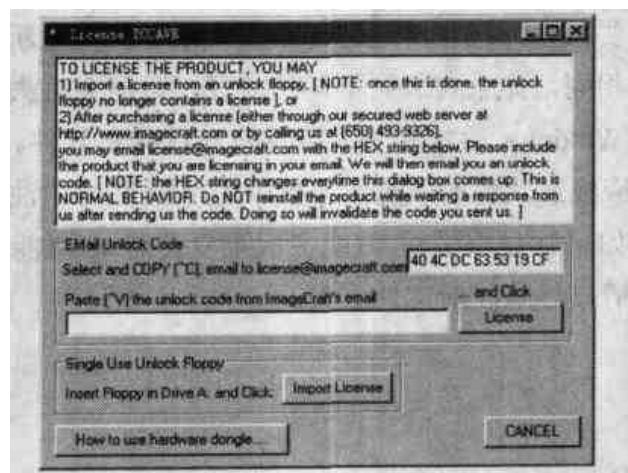

图 3.5 注册对话框
(1) 将正式版中附带的一张名称为 Unlock Disk 的软盘插入机器的软盘驱动器中；
(2) 用户在程序启动时已不能进入 IDE 环境，而是出现一个提示注册的对话框，应该选择“YES”按钮；
(3) 这时会出现一个注册对话框，如图 3.5 所示，对话框上“Insert Floppy in Drive A: and Click:”边上有一个“Import License”按钮，单击该按钮；
(4) ICCAVR 提示关闭正在运行中的反病毒软件，如果要进行注册，请单击“OK”，如果退出注册，请单击“CANCEL”；
说明：ICCAVR 还允许使用 License 号注册或使用软件狗(如图 3.5 所示)，但是在国内，目前只能提供软盘注册这一种方式。